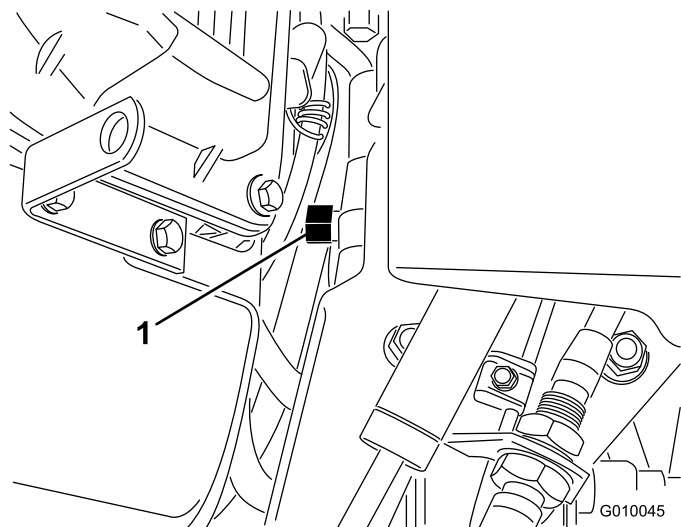

Figura 31
2. Collocate la valvola di bypass tra il motore e la pompa idrostatica (Figura 31).
3. Con una chiave fissa da 5/8 pollice fate compiere 1 giro in senso antiorario alla valvola di bypass. Il fluido idraulico bypassa quindi la pompa, consentendo alle ruote di girare (Figura 31).
5. Per utilizzare nuovamente l'arieggiatore fate compiere 1 giro in senso orario alla valvola di bypass (Figura 31).